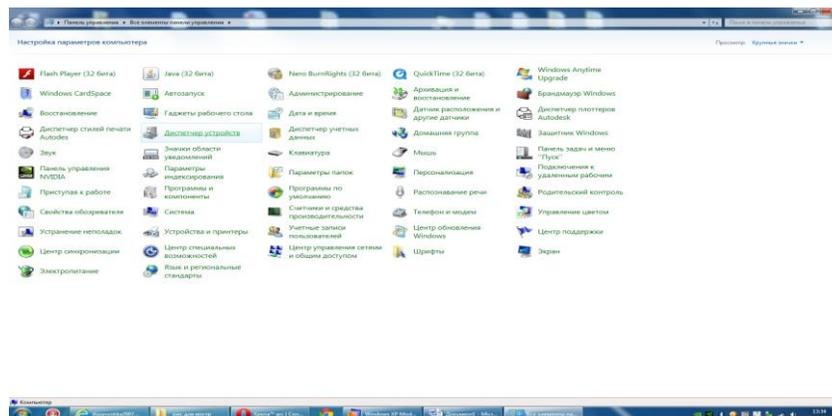

Рис.2
5. Запустите «Диспетчер устройств» рис.2 (для Windows XP - Система→Оборудование→Диспетчер устройств).